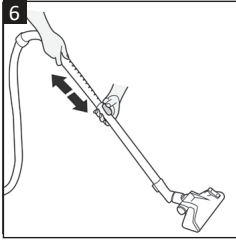

Рис. 6
- Зсуньте кнопку звільнення телескопічної трубки (20) в напрямку стрілки, нанесеної на кнопку, і утримуйте її, поки ви регулюєте телескопічну трубку на бажану довжину (рис. 6).